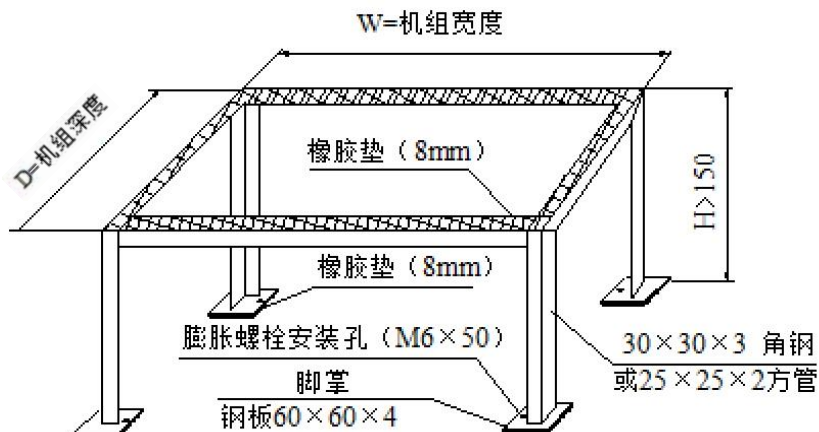

图 2.4.4 室内机安装底座外形尺寸
1.将安装底座固定在选定的室内机安装位置上，安装底座外形及其尺寸如图 2.4.4 所示。
2.在底座上铺上一层 8~10mm 厚的橡胶垫，如图 2.4.4 所示。